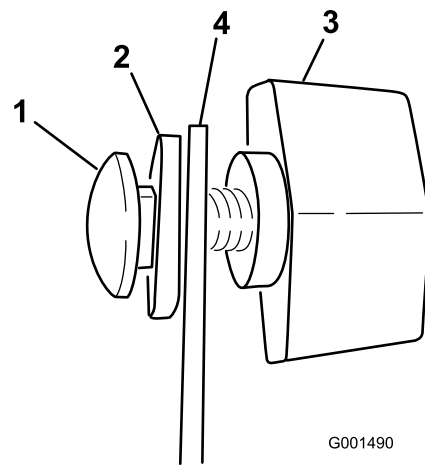
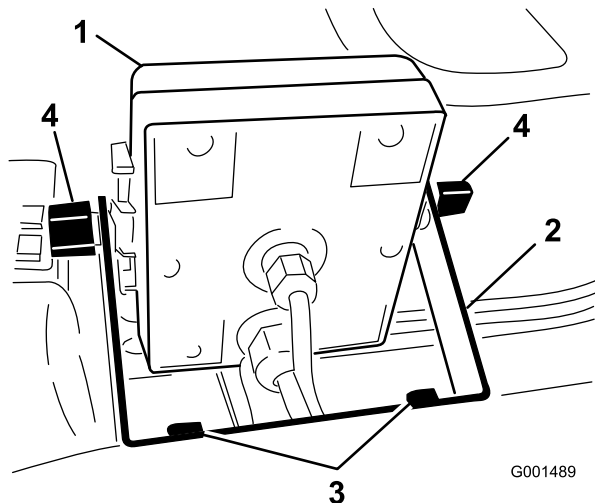

Figura 6
Figura 5
2. Instale o suporte do monitor no painel (Figura 5) com os 2 parafusos de cabeça flangeada (1/4 x 3/4 pol.) e 2 porcas flangeadas (1/4 pol.).
6. Instale o monitor Spray Pro por cima das cabeças dos parafusos da carroçaria (Figura 5) e aperte os manípulos para fixá-lo.
3. Coloque no suporte, sem apertar, os 2 parafusos de carroçaria, as anilhas de borracha, e os manípulos como mostram as ilustrações da Figura 5 e Figura 6.